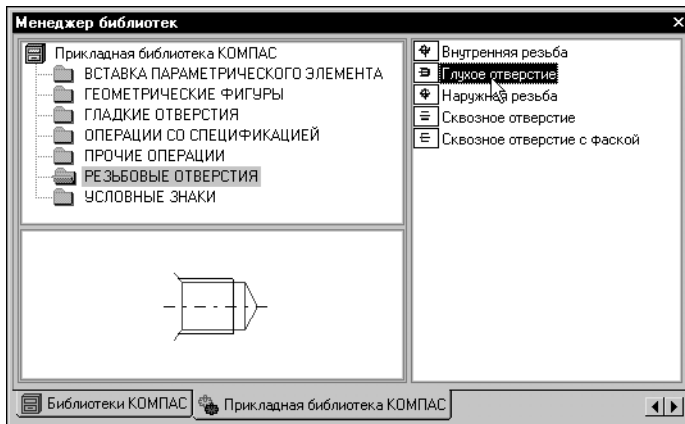

Рис. 44.3. Выбор объекта в подключенной библиотеке
3. На этой вкладке щелкните мышью по пиктограмме папки слева от названия раздела **РЕЗЬБОВЫЕ ОТВЕРСТИЯ**. (рис. 44.3).
4. В списке элементов щелкните по названию элемента *Глухое отверстие* (рис. 44.3).